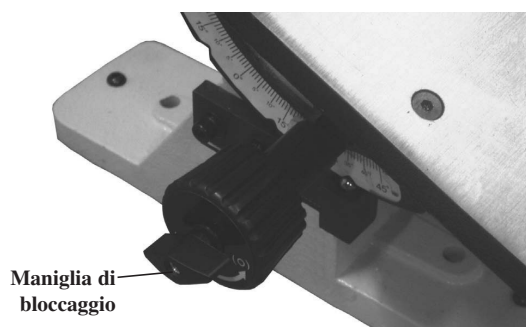

Fig. 02
1. Allentare la maniglia di bloccaggio (Fig. 02) e portare la tavola nella posizione 90-gradi. Stringere la maniglia di bloccaggio e posare la squadra sulla tavola ed il disco. La squadra deve aderire bene sia alla tavola che al disco.